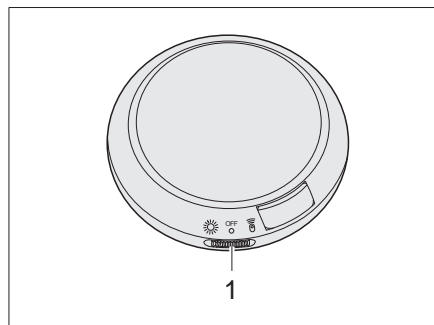

Bild 109 Lampa i skjutbart tak
- Skjut brytaren (Bild 109,1) åt vänster.
- Skjut brytaren (Bild 109,1) åt mitten.
- Skjut brytaren (Bild 109,1) åt höger.